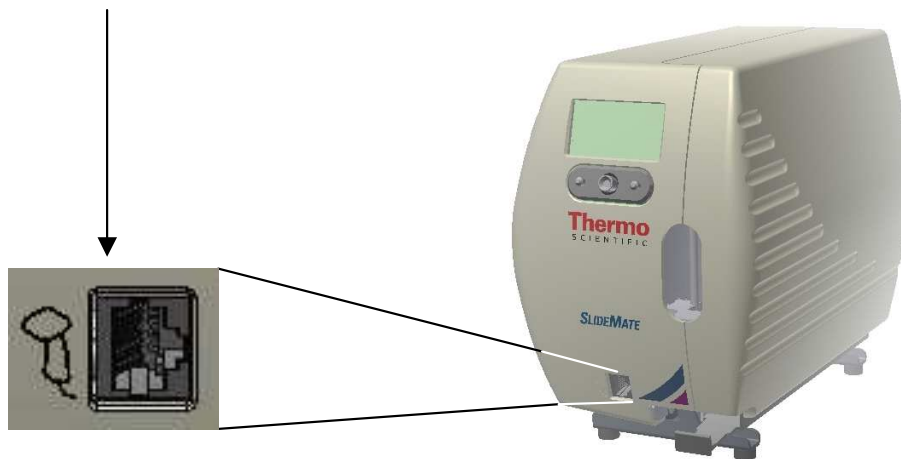

図1 – バーコードスキャナ接続
- Select Port (ポートを選択)**–SlideMate (スライドメイト)には3つの入力ポート (**図1と2**)の